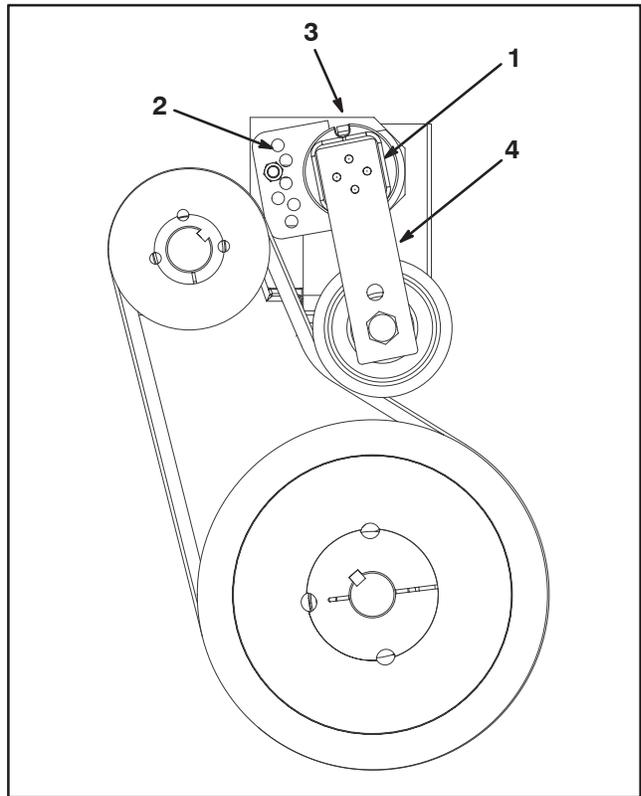

Bild 13
2. Nehmen Sie die Kopfschraube und die Mutter ab, mit denen die Spannerführung am Blasegerätrahmen befestigt ist (Bild 13). Die Riemenspannung wird beim Entfernen der Kopfschraube gelöst.